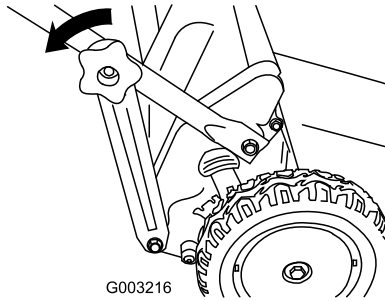

Bild 54
1. Nehmen Sie die Handräder des unteren Griffs ab (Bild 54).
2. Nehmen Sie die unteren Griffhalterungen an beiden Seiten von den unteren Enden des Griffs ab (Bild 54).